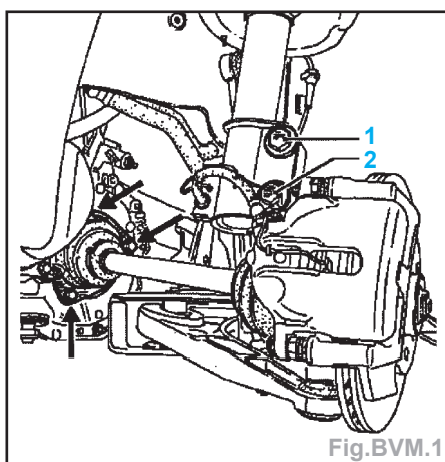

Fig.BVM.1
- les fixations (1) et (2) du pied d'amortisseur (Fig.BVM.1),
- le boulon (1) de la fixation du pied d'amortisseur (Fig.BVM.1).
- Desserrer le boulon (2) du pied d'amortisseur (Fig.BVM.1).
- le connecteur de marche arrière (2),
- les fixations (1) et (2) du pied d'amortisseur (Fig.BVM.1).